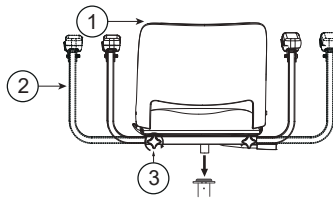

Abbildung 12
2. Bewegen Sie die Armlehnen in die gewünschte Position und ziehen Sie die Einstellschrauben wieder fest, um den Abstand zwischen den Armlehnen zu ändern (siehe **Abbildung 12**).